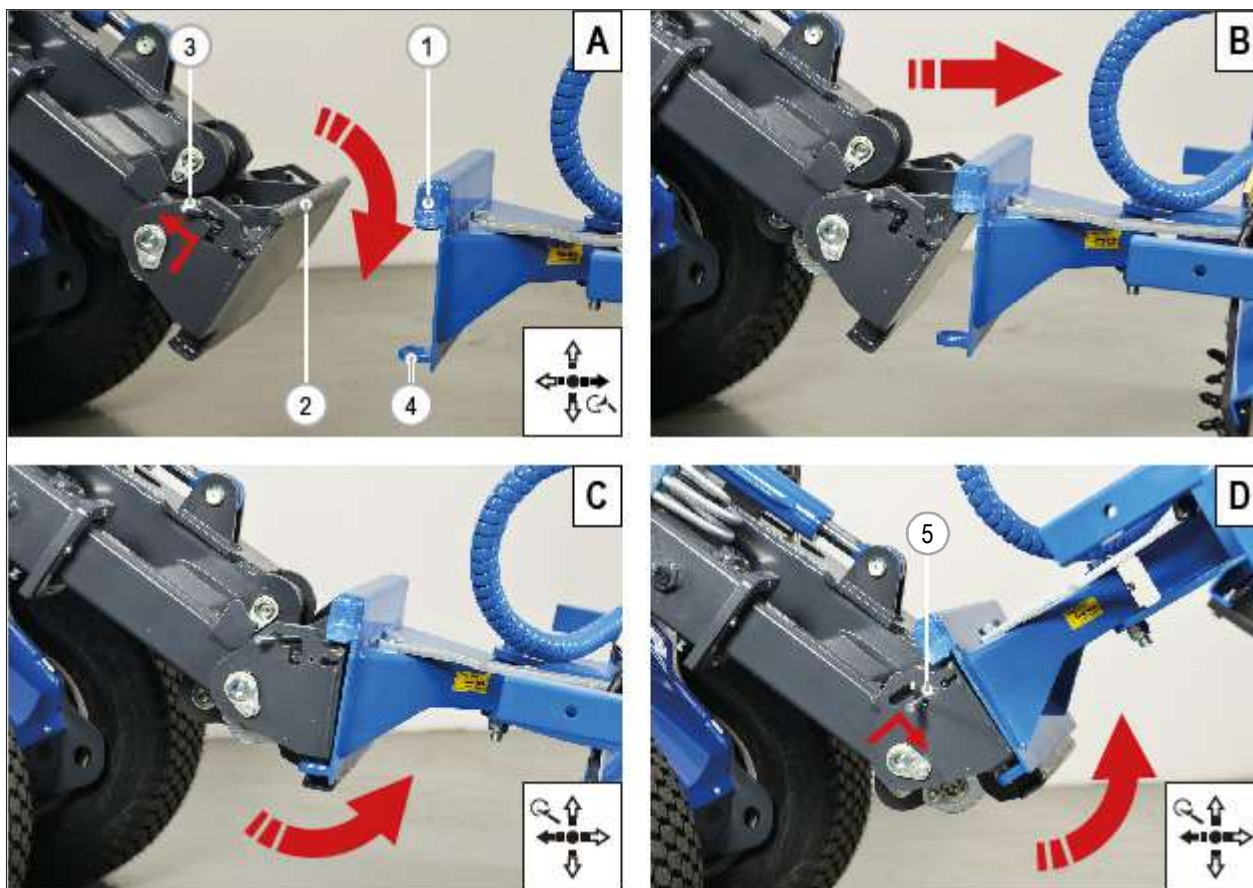

РИС. 27
- 2) Поднимите и отодвиньте два рычага (РИС. 27 - Сс. 3), расположенные на монтажной пластине, чтобы поднять запорные штифты.
- 5) Медленно двигайтесь к навесному оборудованию и совместите верхний край монтажной плиты машины (РИС. 27 - Сс. 2) и верхнюю кромку монтажной плиты навесного оборудования (РИС. 27 - Сс. 1). Установите верхний край монтажной плиты машины в верхнюю кромку монтажной плиты навесного оборудования (РИС. 27 - Сс. В).
- 6) Когда верхний край монтажной плиты машины будет в монтажной плите навесного оборудования, слегка поверните монтажную плиту машины назад, чтобы нижний край монтажной плиты занял соответствующее место на навесном оборудовании (РИС. 27 - Сс. С).
- 7) Продолжайте наклонять навесное оборудование назад, и запорные штифты (РИС. 27 - Сс. 5) автоматически защелкнутся в положение блокировки, закрепив навесное оборудование на машине.
- 8) Визуально проверьте, находятся ли запорные штифты (РИС. 27 - Сс. 5) в закрытом положении. В противном случае присоединение выполнено неправильно.
- 4) Медленно двигайтесь к навесному оборудованию и совместите верхний край монтажной плиты машины (РИС. 27 - Сс. 2) и верхнюю кромку монтажной плиты навесного оборудования (РИС. 27 - Сс. 1). Установите верхний край монтажной плиты машины в верхнюю кромку монтажной плиты навесного оборудования (РИС. 27 - Сс. В).
- 1) Поднимите и отодвиньте назад два рычага (РИС. 27 - Сс. 3) на монтажной плите для отсоединения двух запорных штоков.